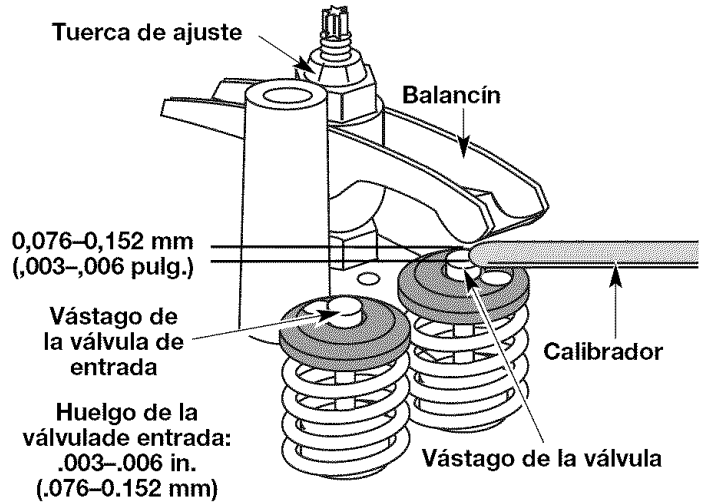

Fig. 28
- Gire la tuerca de ajuste con una llave de 8 mm (5/16 pulgadas) o una guía de tuercas (Fig. 28).